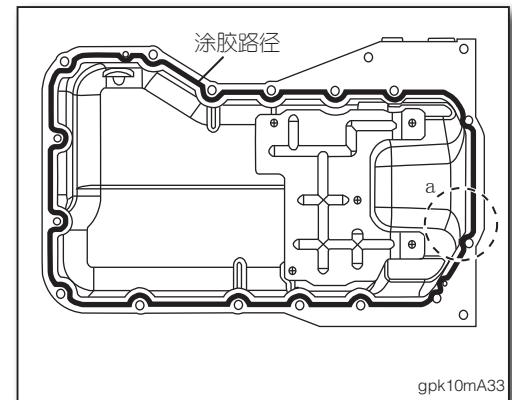

图4
1. 依图标的涂胶路径，将油底壳与下曲轴箱接合面使用密封胶以增加密封性(如图4)。